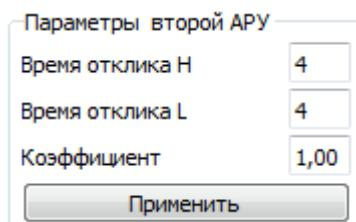

Рис. 47
- «Медленный» - рекомендуется использовать для сигналов с большим пик-фактором (таких как APSK и QAM) для устранения паразитной амплитудной модуляции (AM) и связанных с ней потерь помехоустойчивости;
- «Пользовательский» - режим позволяет выбрать настройки второй АРУ самостоятельно. При выборе данного режима работы, открывается окно «Пользовательский» с параметрами, представленными на рис. 47.